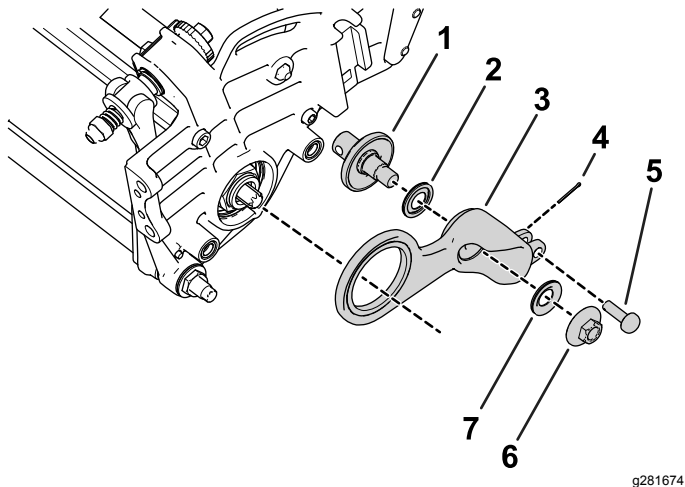

Figura 10
1. Monte as partes livres do conjunto do rolete como se mostra na Figura 10.